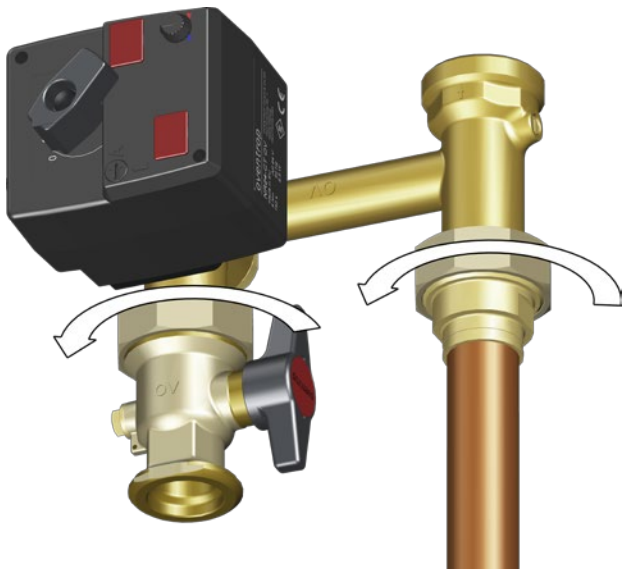

Abb. 29: Überwurfmuttern vom Mischhahn lösen
- 2 Lösen Sie die Überwurfmutter für den 3-Wege-Mischhahn mit einem Maulschlüssel SW 52 (siehe Abb. 29 auf Seite 23).